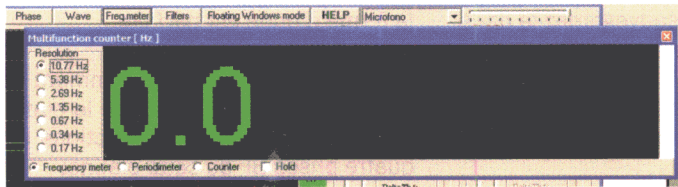

Figure 31 : Le poussoir Freq.Meter permet de paramétrer la résolution de lecture du fréquencemètre.
- Le **poussoir Freq.Meter** permet de paramétrer la résolution de lecture du fréquencemètre, comme le montre la figure 31. Avec cette option il est en outre possible d'utiliser l'appareil également comme un périodemètre, ou encore comme un compteur d'événements.